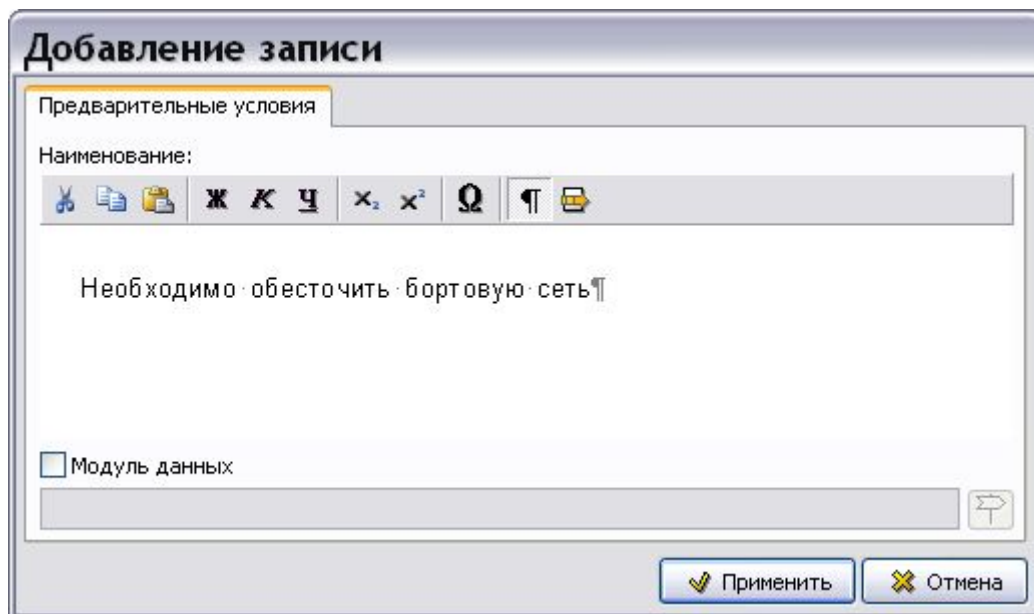

Рис. 5.31
1. Нажмите на кнопку **Добавить** , находящуюся справа от окна. При этом появится окно **Добавление записи**. Введите текст условия (Рис. 5.31).